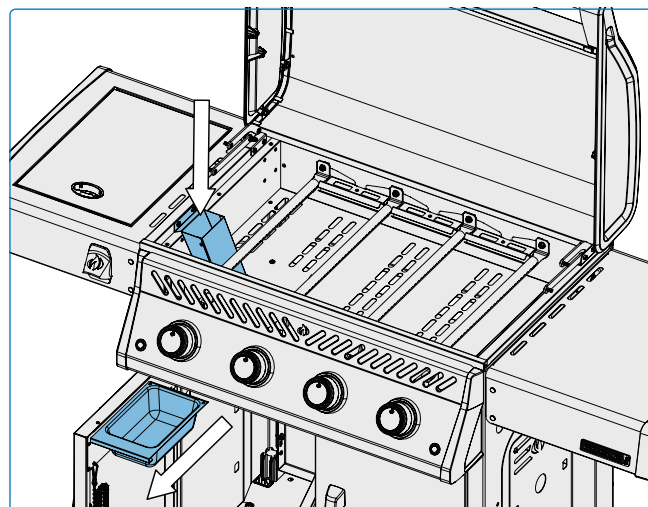

Fig. 12
1. Una vez que el aparato se haya enfriado completamente, extraiga con cuidado la bandeja recoge gotas del carro del aparato sin inclinarla. (Fig. 12).